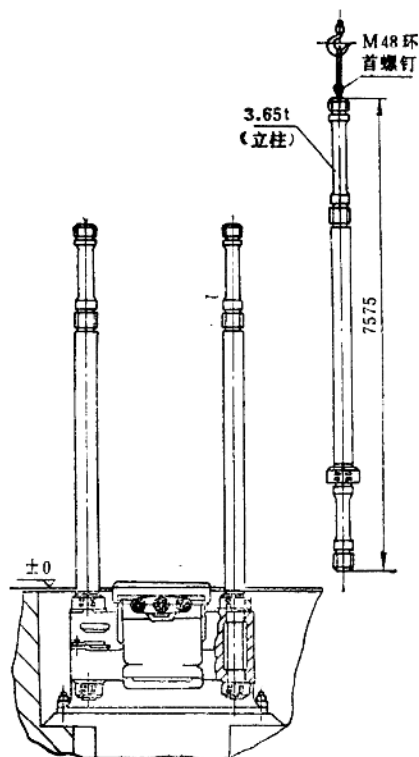

图13-2-22 拆吊主柱
6) 拆吊立柱: 如图 13-2-22 所示, 先拆除底座下面的立柱螺母后, 将立柱缓慢平稳的吊出, 平放在地面上并防止滚动, 最后拆下立柱上面剩下的螺母。